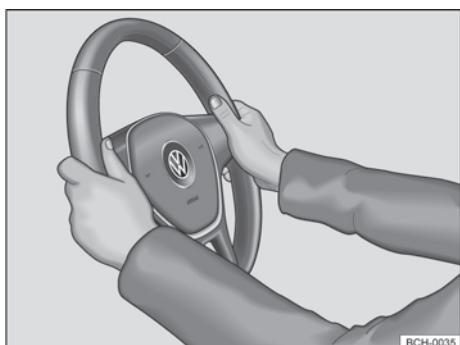

Fig. 63 No volante: posição 9 e 3 horas.
- Ajustar a posição do volante de forma que possa segurá-lo lateralmente pela borda externa *nas posições de 9h e 3h* → Fig. 63 com ambas as mãos e os braços ligeiramente dobrados.
- Empurrar a alavanca ① sempre pelo manípulo com firmeza para cima após o ajuste, para travar a posição do volante.
- Durante a condução, sempre segurar o volante com ambas as mãos lateralmente na borda externa *nas posições de 9h e 3h* → Fig. 63, para reduzir ferimentos causados por um acionamento do airbag frontal do condutor.